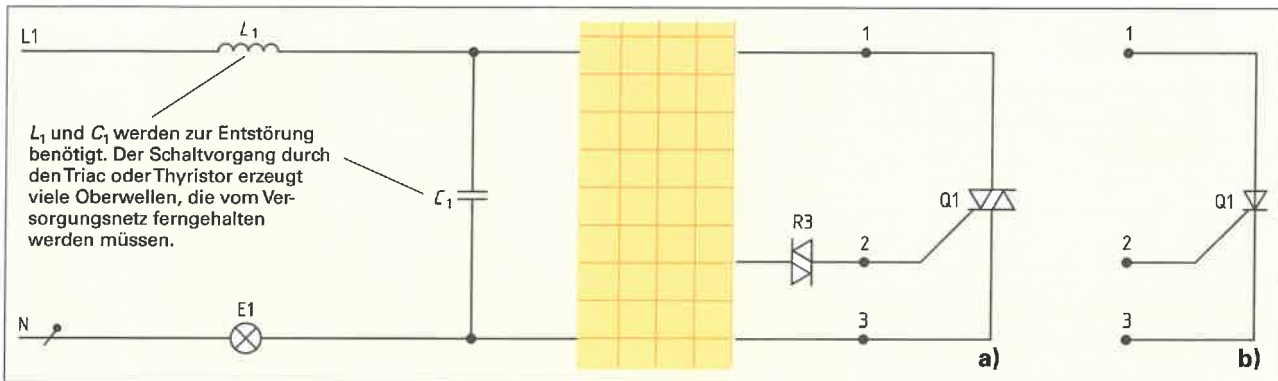
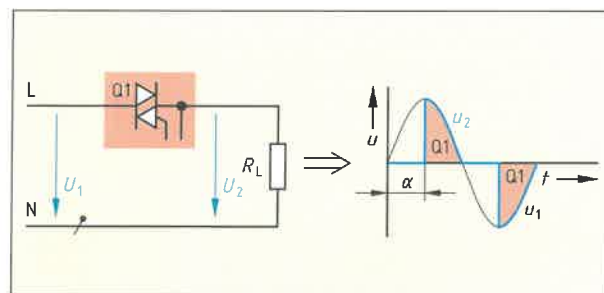

Bild 2: Phasenanschnittsteuerung mit Triac und Thyristor
Bild 3: Phasenanschnittsteuerung mit Triac
1. Ergänzen Sie die Prinzip-Schaltung (Bild 2) einer Phasenanschnittsteuerung mit einem a) Triac und b) Thyristor.
2. Vervollständigen Sie die Erklärung zur Erzeugung der Zündimpulse für den Triac Q1 in Bild 2 a).
3. Welche Angabe erfolgt a) durch den Zündwinkel α bei der Phasenanschnittsteuerung in Bild 3 und b) wie wirkt sich eine Verkleinerung des Zündwinkels auf den Energiefluss zum Verbraucher aus?
4. Wie wird bei der Phasenanschnittsteuerung (Bild 2) der Zündwinkel (Bild 3) und somit der Energiefluss zum Verbraucher eingestellt? Ergänzen Sie die Wirkungskette.